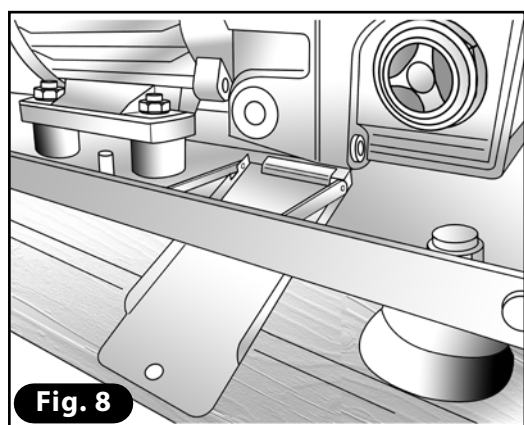

Fig. 8
- 3) Quite el tornillo que bloquea la rampa de carga del aceite (Fig. 7). Compruebe que, con la rampa colocada (Fig. 8), sea posible recoger el aceite que saldrá de la bomba.
- 4) Con una llave hexagonal, extraiga el tapón de carga (A) del aceite situado en la parte superior de la bomba.